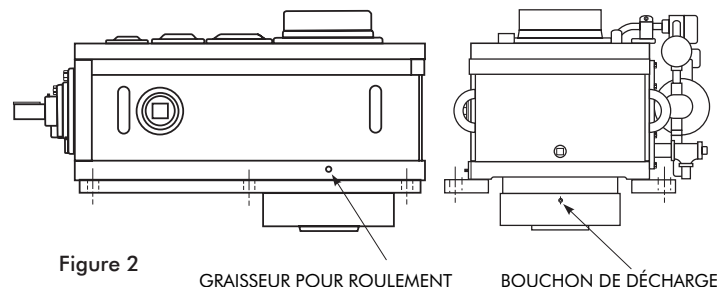

Figure 2
**ENTRAÎNEMENTS À ARBRE CREUX** — Retirer le bouchon de la soupape de surpression avant de graisser. Injecter la graisse dans la cage du roulement jusqu'à ce que de la graisse neuve apparaisse au niveau du bouchon. Remettre en place le bouchon de la soupape après graissage. Voir la figure 2 ci-dessous.